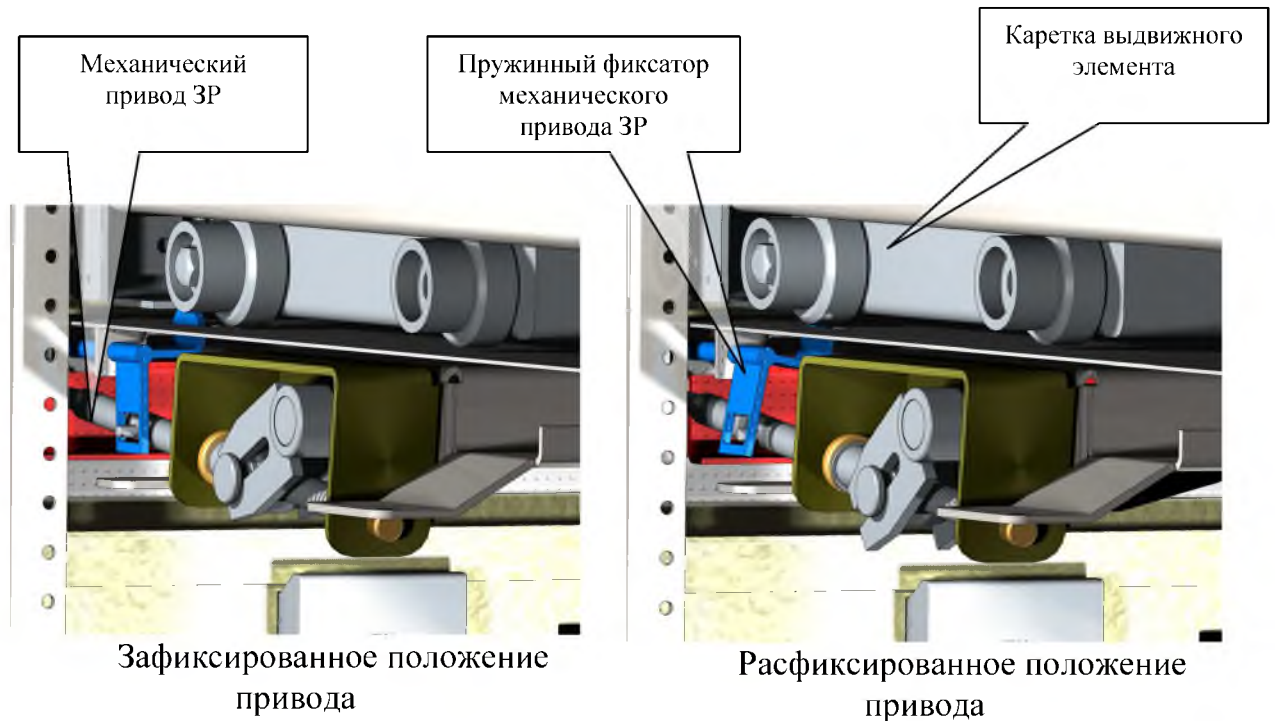

Рисунок 43 – Блокировка механического привода ЗР
- При нахождении каретки выдвижного элемента не в контрольном положении невозможно включить заземляющий разъединитель, механический привод ЗР зафиксирован пружинным фиксатором, расфиксирующимся при наезде на него колеса каретки в контрольном положении (Рисунок 43).